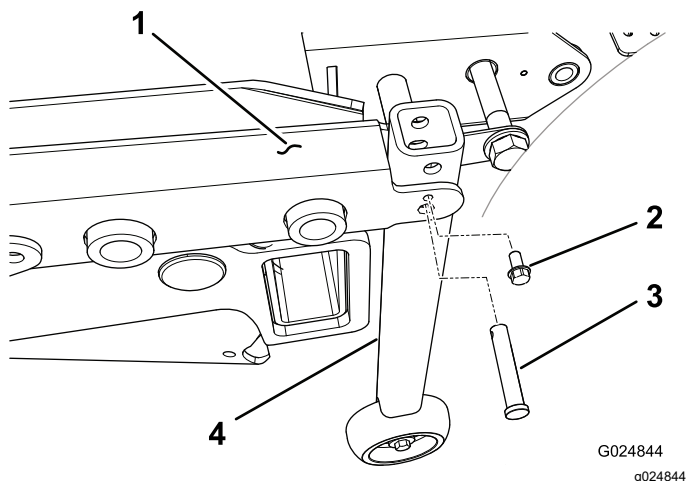

Figura 47
2. En máquinas con número de serie inferior a 312999999, monte un tubo de soporte vertical en cada esquina trasera del bastidor de la carcasa, con un pasador de horquilla y un tornillo autorroscante de $\frac{1}{4}$ " (Figura 47)